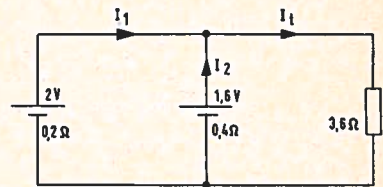

FIG. 3
25. Gegeven: fig. 3. Bereken: I_1 , I_2 , I_t en U_k .